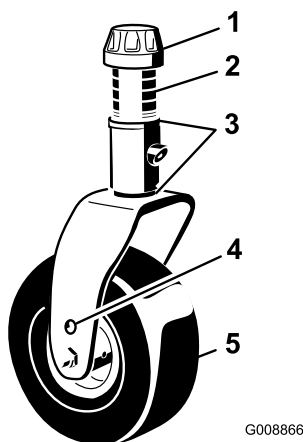

Рисунок 104
1. Снимите натяжную гайку с вала шпинделя (Рисунок 104) и извлеките шпиндель из рычага поворотного колеса. Переустанавливайте регулировочные прокладки так, как требуется, чтобы поднимать или опускать поворотное колесо, пока режущий блок не будет иметь надлежащий шаг.